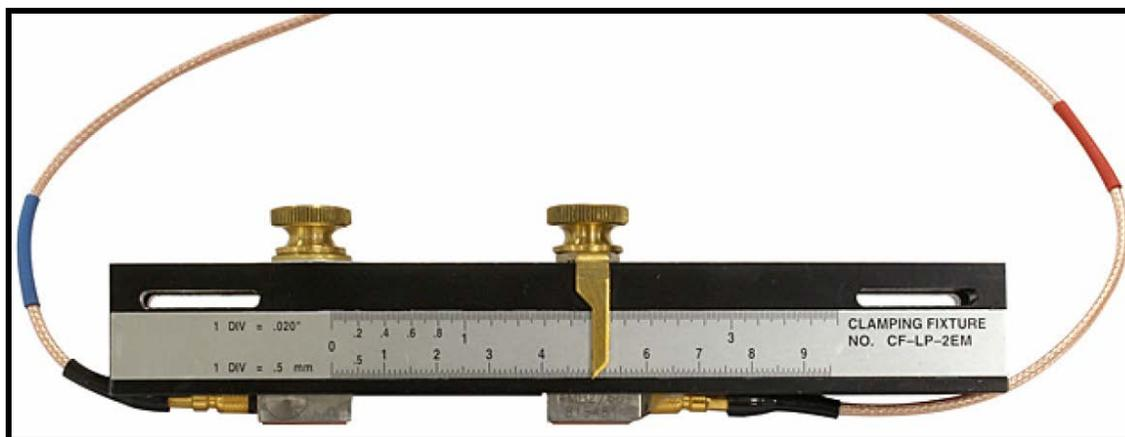

Рис. 5: Крепежное приспособление CF-LP
**Примечание:** Обратитесь в компанию Panametrics за инструкциями по установке дополнительного крепежного приспособления CF-LP (показанного на Рис.5 ниже).